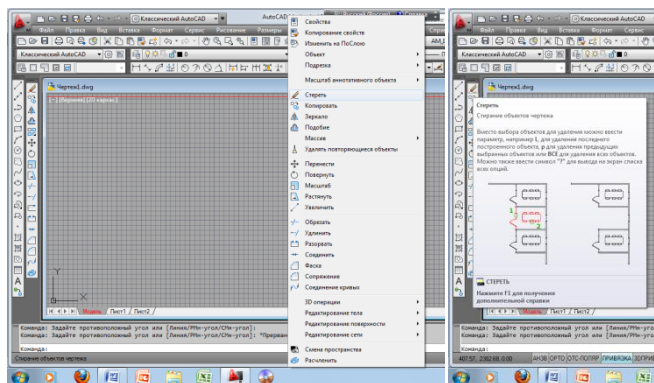

Рисунок 2.13 – Команда «Стереть»
- щелчком мыши по кнопке  на панели инструментов «Редактирование», из строки меню «Редактировать» – «Стереть» (рисунок 2.13).